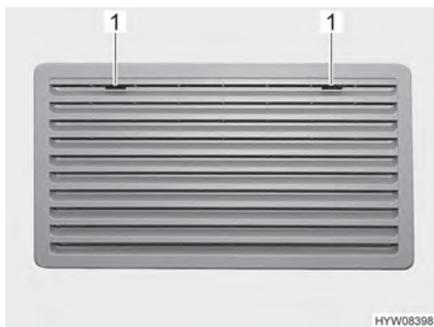
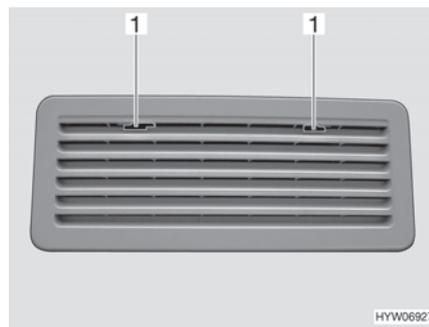

Fig. 121 Rejilla de ventilación del frigorífico (Thetford grande)
Fig. 122 Rejilla de ventilación del frigorífico (Thetford pequeño)
- Deslizar el bloqueo (Fig. 121,1 ò Fig. 122,1) hacia el centro.